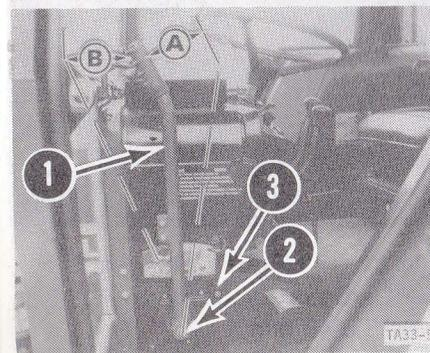

Figure 99
Lorsque le réglage est correct, le levier d'embrayage (1, Fig. 99) doit avoir une garde de 35 à 70 mm (A) mesurée au sommet.